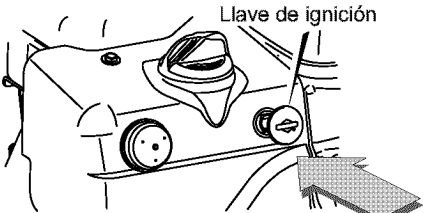

Figura 66
- Saque ambas llaves de ignición de la bolsa plástica. Inserte una de ellas en la ranura de encendido (vea la Figura 66). Asegúrese de que la llave encaje bien. **No gire la llave de ignición.** Guarde la segunda llave en un lugar seguro.